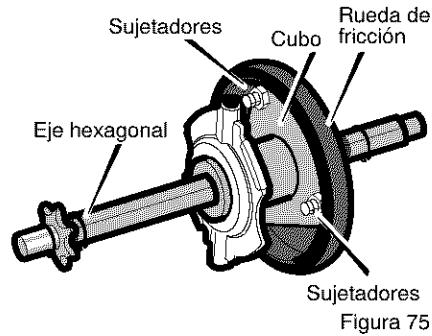

Figura 75
10. Quite los tres **sujetadores** que retienen la **rueda de fricción** en el **cubo** (consulte la Figura 75).